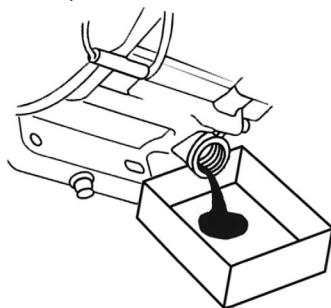

Рис. 20 Замена моторного масла
3. Наклоните виброплиту в сторону маслозаливной горловины двигателя и слейте отработанное масло через маслозаливную горловину в подготовленную для этого емкость (Рис. 20).